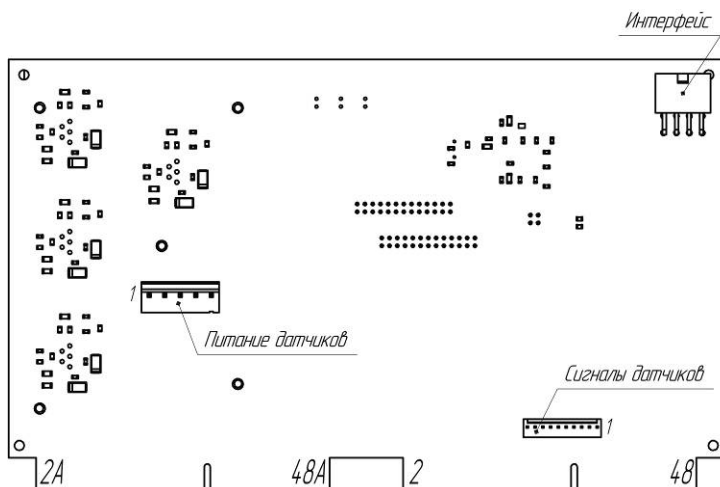

Рисунок 1.2 - Обратная сторона платы "Модуль SB-457М"
6. Подключить модуль SB-457М к модулю 2С42М при помощи соединительного кабеля через разъем "Интерфейс" (рисунок 1.2).